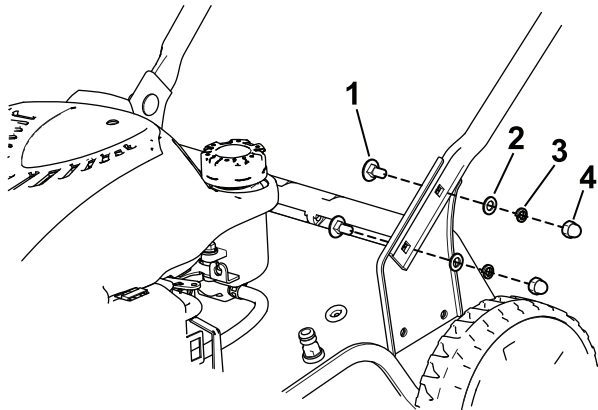

Bild 3
1. Befestigen Sie den unteren Holm mit den vier Schrauben, vier Flachscheiben, vier geteilten Scheiben und vier Muttern am Rasenmähergehäuse (Bild 3).